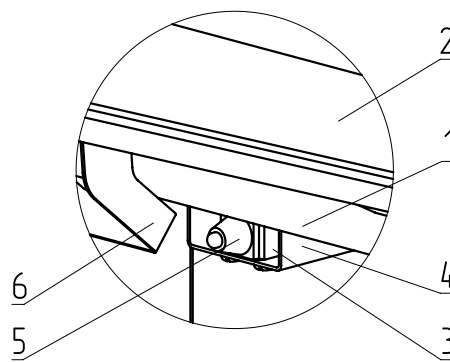

Рис.13 Установка датчика крышки бункера.
7.6.7. Установите датчик крышки бункера (Рис.13 поз.3), на кронштейн (Рис.13 поз.4), находящийся на верхней стенке бункера (Рис.13 поз.1), используя винты и шайбы М5. Кнопка (Рис.13 поз.5) должна быть обращена к планке (Рис.13 поз.6), расположенной на крышке бункера (Рис.13 поз.2).